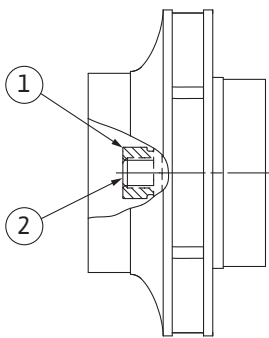

Fig. 107: Správna poloha matice obežného kolesa po montáži
- Hriadeľ pevne držte pomocou plochého kľúča veľkosti 22 mm a maticu obežného kolesa dotiahnite podľa predpísaného ťahovacieho momentu (pozri tabuľku „Ťahovacie momenty“ [► 29]). Matica (Fig. 107, pol. 1) sa musí s koncom hriadeľa (Fig. 107, pol. 2) nachádzať v jednej rovine s presnosťou  $\pm 0,5$  mm. Ak to tak nie je, maticu povoľte a zopakujte kroky 4 – 8.